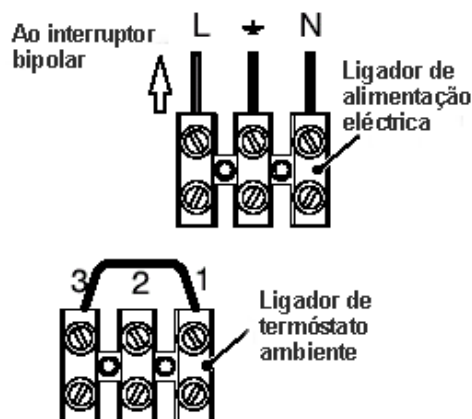

Fig. 5.7.
1. Ligar o cabo de alimentação eléctrica procedente do interruptor bipolar à régua de alimentação eléctrica da caldeira fig. 5.7., respeitando a correspondência entre fase (fio castanho) e o neutro (fio azul).
Para a ligação de termostato ambiente à caldeira, utilizar a régua de ligações do termostato ambiente, fig. 5.7.